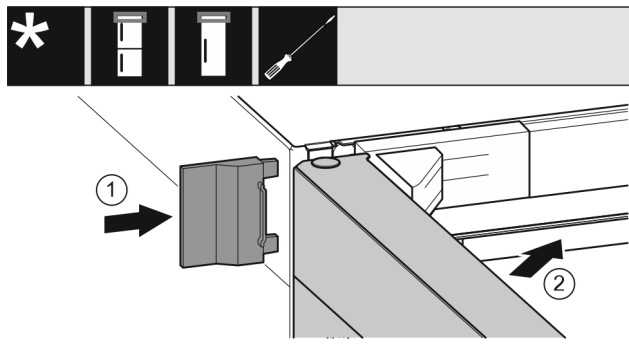

Fig. 35
- ▶ Nasuňte vnější kryt. Fig. 35 (1)